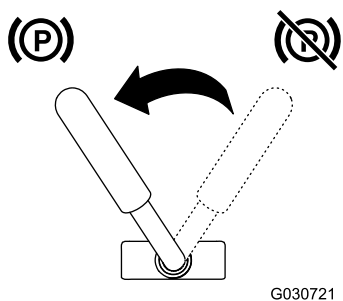

Figura 13
- Para poner el freno de estacionamiento, gire la palanca a la izquierda (Figura 13).